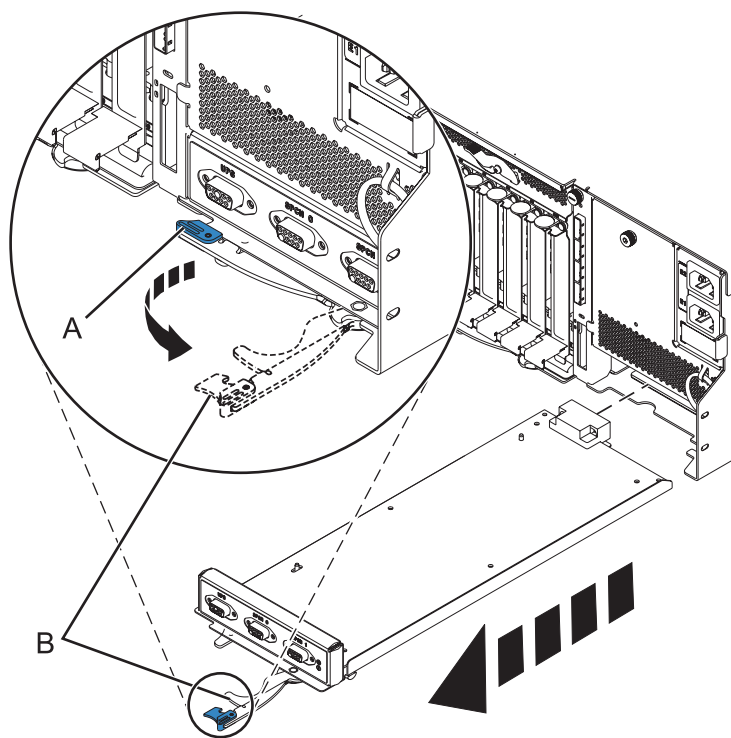

Figura 85. Extracció del controlador de gestió d'allotjaments
- b. Premeu el pestell (A) per desbloquejar la nansa (B). Consulteu Figura 85 a la pàgina 121.